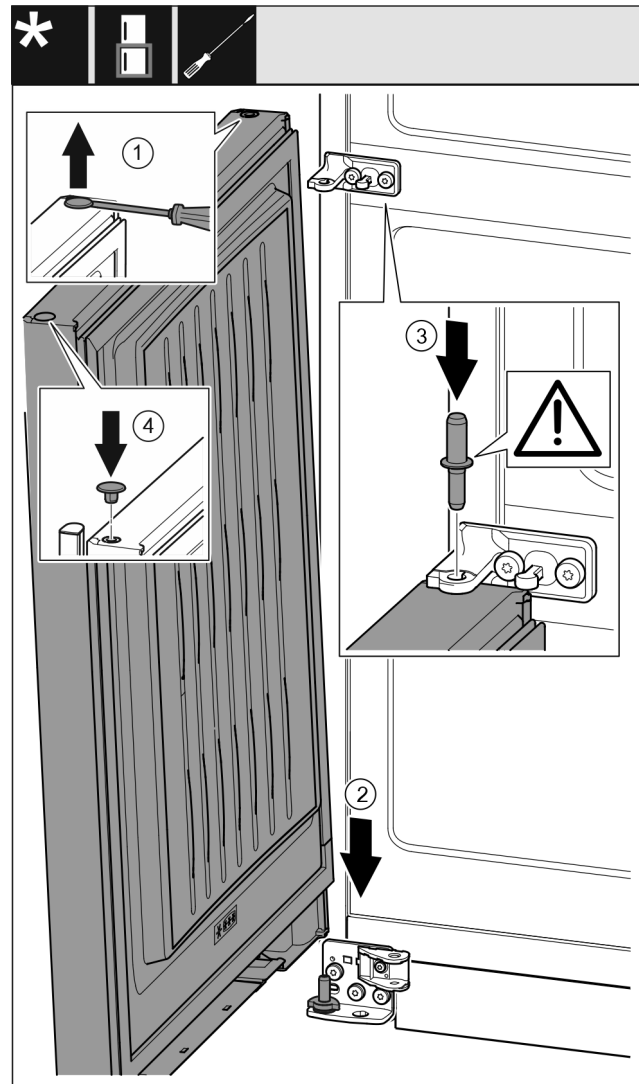

Fig. 44
- Stopfen Fig. 44 (1) vorsichtig mit einem Schlitzschraubendreher anheben und herausziehen.
- Tür Fig. 44 (2) von oben auf den unteren Lagerbolzen aufsetzen.
- Lagerbolzen Mitte Fig. 44 (3) durch Lagerbock Mitte in die untere Tür einsetzen. Dabei darauf achten, dass der Rastnocken nach hinten zeigt.
- Stopfen Fig. 44 (4) auf der anderen Türseite wieder einsetzen.